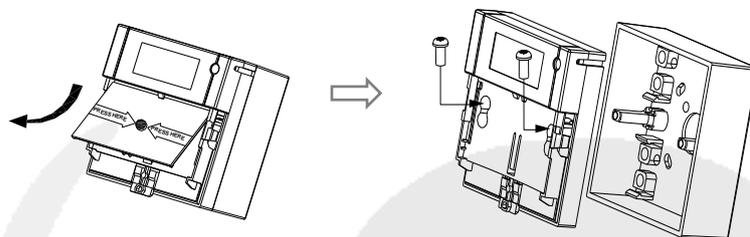

Fig. 4: Elemento de operação e parafusos de fixação
2. Remova o acrílico de operação. Depois, parafuse o corpo à caixa traseira com os parafusos CS3 x 30 fornecidos (Fig. 4):